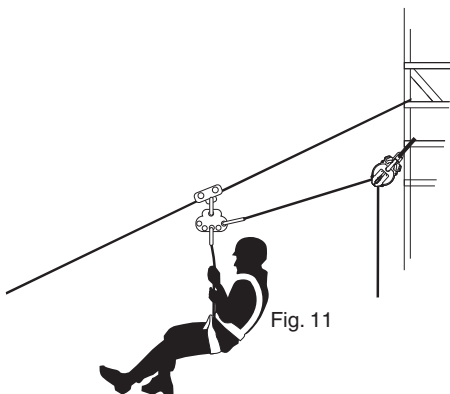

Fig. 11
7.3 Frivillig evakuering på et skråplan (fig. 11)